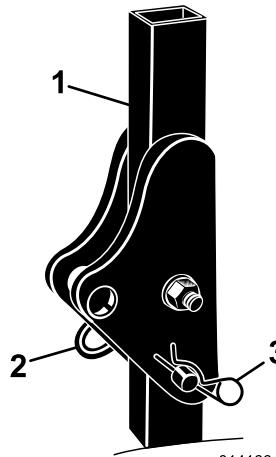

図 5
- 機体の左右で保護バーからヘアピンコッターを抜き、ピンを外す（図 5）。
- ROPS をまっすぐに立ててピンで固定し、ヘアピンコッターでロックする（図 5）。